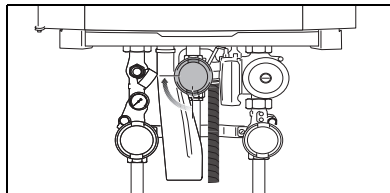

Fig. 26 Gashanen lukkes (her: lukket)
- Luk hovedventilen eller gashanen (→ fig. 26).